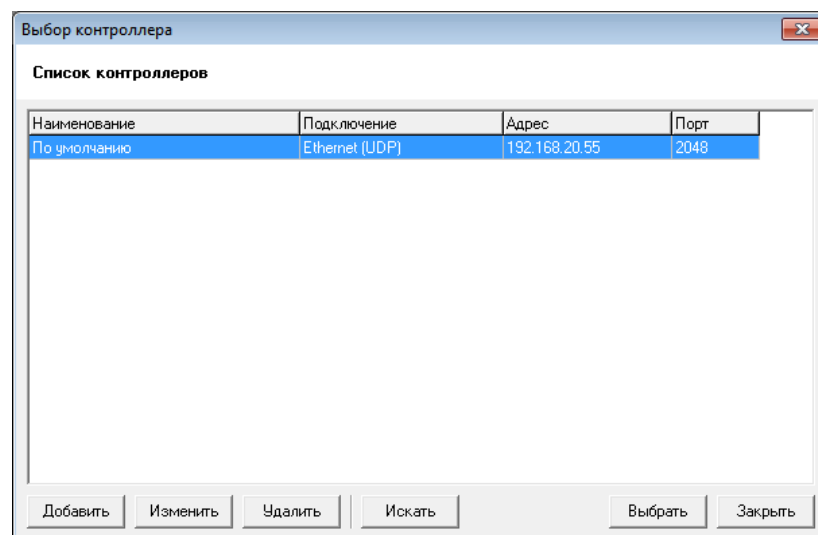

Рисунок 447 – Диалог "Выбор контроллера"
- 5) Выберите пункт меню "Контроллер/Получить конфигурацию из контроллера". Откроется окно "Выбор контроллера" (см. Рисунок 447) с параметрами контроллера по умолчанию.